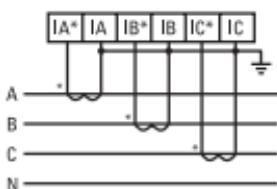

Рис.3 Схема подключения амперметра при $I>5A$ (через трансформатор тока)
Амперметры для измерения силы тока свыше 5А должны подключаться в цепь через измерительные трансформаторы тока с номинальным вторичным током 5A (AC) (рис. 3).